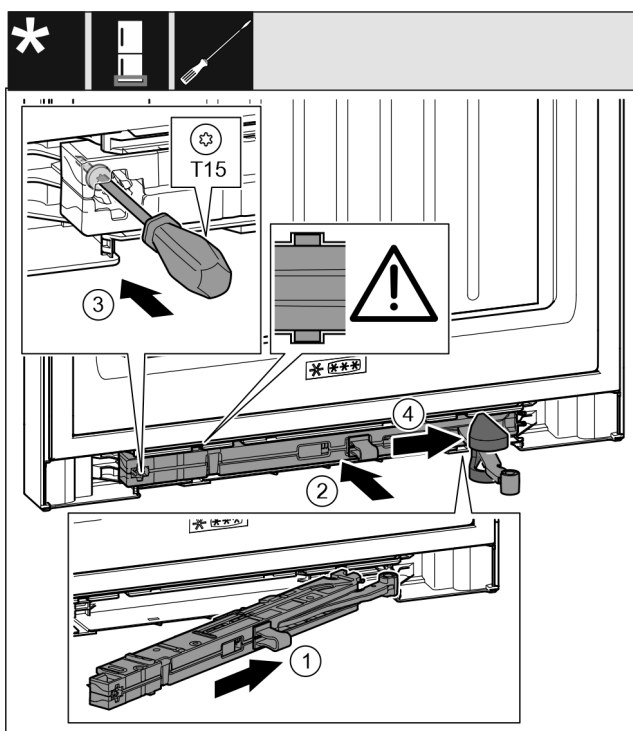

Fig. 40
- ▶ Вставьте узел амортизатора закрытия двери Fig. 40 (1) в выемку со стороны опорного кронштейна под наклоном до упора.
- ▶ Полностью вставьте узел амортизатора закрытия двери Fig. 40 (2) в выемку.
- ▶ Затяните винт Fig. 40 (3) отверткой.
- ▶ Переместите крышку Fig. 40 (4) над шарниром.